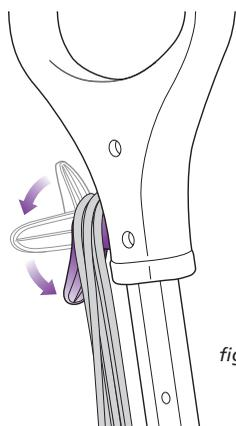

fig. 7
- 1 Tirez et tournez l'enrouleur pour cordon à dégainement rapide pour dérouler complètement le cordon d'alimentation. Veuillez le brancher dans une prise de courant de 120 volts. (**fig. 7**)